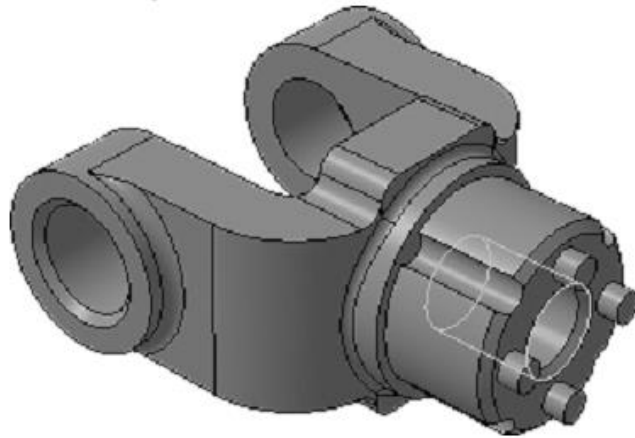

Рисунок 60.
5. Нажмите кнопку Создать объект (рис. 60).